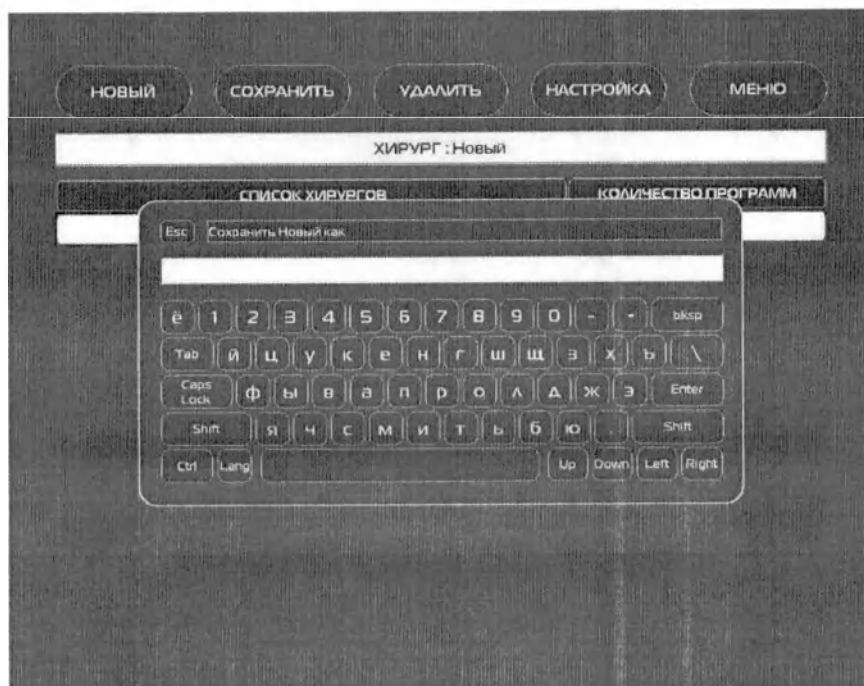

Рис. 14.43 – Панель «СОХРАНИТЬ».
Панель «СОХРАНИТЬ» (Рис. 14.43) предназначена для сохранения персональных настроек пользователя под другим именем.
- После нажатия клавиши «СОХРАНИТЬ» появится панель с экранной клавиатурой (рис.14.43) и предложением сохранить персональные настройки пользователя под другим именем.